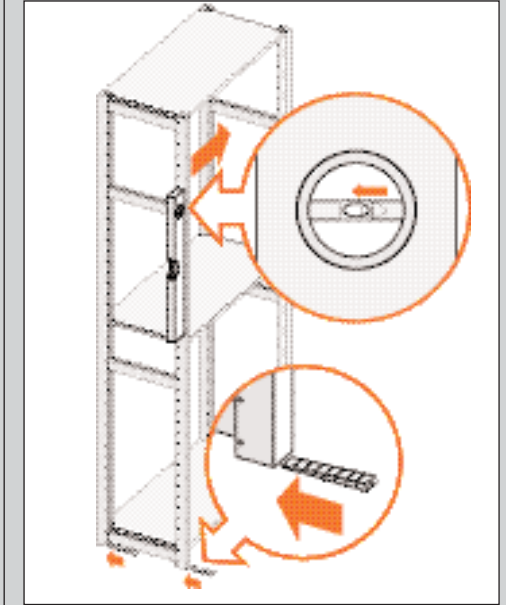

ABBILDUNG 27
1. Halten Sie die Wasserwaage seitlich gegen den Ständer und setzen Sie ggf. einen Keil unter den Ständer (siehe Beispielaufstellung in Abb. 27).
2. Halten Sie die Wasserwaage an die Seite des Ständers und bringen Sie das Regal in eine lotrechte Stellung (siehe Abb. 27).
4. Halten Sie die Wasserwaage an die Seite des Ständers und bringen Sie das Regal in eine lotrechte Stellung (Abb. 27).